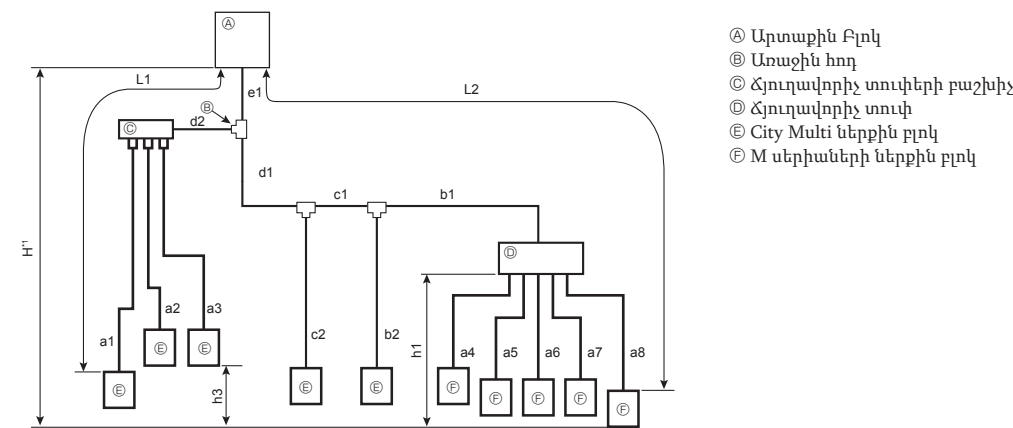

Fig. 4-6 (a)
4.1.3. Համակցված համակարգ (City Multi ներքին բլոկներ և M սերիաների ներքին բլոկներ (Հյուղավորիչ տուփով միացում)) (Fig. 4-6)